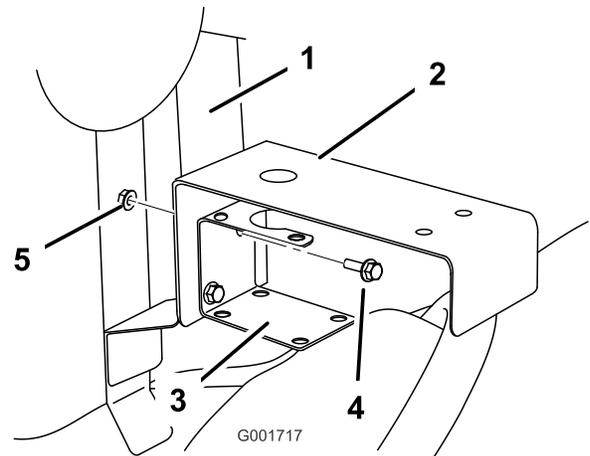

Figura 11
7. Instale o suporte da válvula de controle entre o T de alimentação e a estrutura de montagem (Figura 11) utilizando os fixadores previamente removidos.